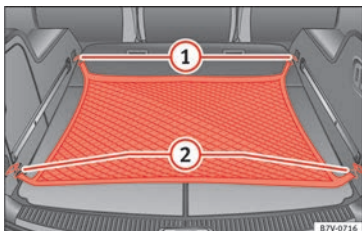

Abb. 98 Im Gepäckraum: eingehängtes Gepäcknetz.
- Haken des Gepäcknetzes in die Verzurrösen » Abb. 98 ① und ② einhängen.
- Haken des Gepäcknetzes aus den Verzurrösen » Abb. 98 ① vorsichtig aushaken.
- Haken des Gepäcknetzes aus den Verzurrösen » Abb. 98 ② vorsichtig aushaken.